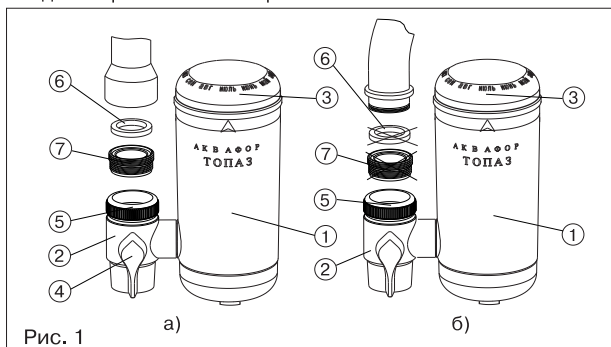

Рис. 1
- для удобства монтажа поверните модуль (1) относительно переключателя клапана (2) на один оборот против часовой стрелки и аккуратно выньте модуль (1);
- выверните пластмассовый резьбовой переходник (7) из узла подключения (5) переключателя клапана (2);
- если кран имеет внутреннюю резьбу, то вверните в него пластмассовый резьбовой переходник (7) с уплотнительной шайбой (6), затем на пластмассовый резьбовой переходник (7) наверните узел подключения (5) переключателя клапана (2) (рис. 1а);
- ВНИМАНИЕ!** Возможно при использовании резьбового переходника (7) будет необходимо поменять местами уплотнительную шайбу, находящуюся в узле подключения (5) и уплотнительную шайбу (6).
- если кран имеет наружную резьбу, то наверните на кран узел подключения (5) переключателя клапана (2) (рис. 1б);
- расположите модуль (1) вертикально и аккуратно вставьте его до упора в переключатель клапана (2), после чего поверните модуль (1) на один оборот по часовой стрелке.